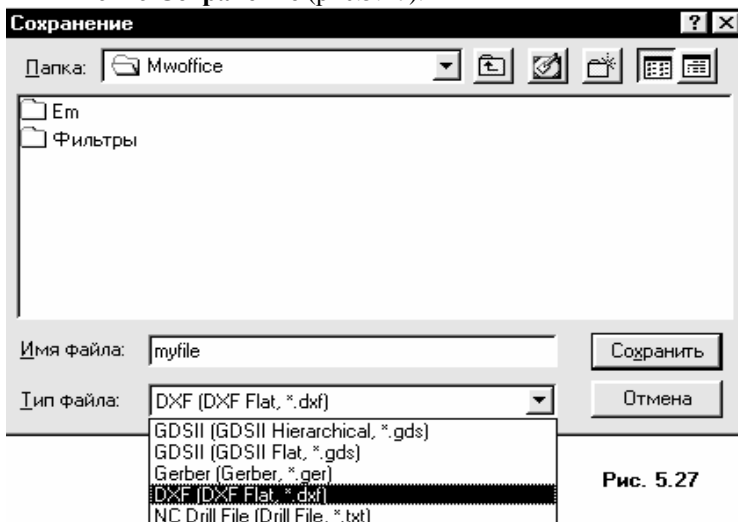

Рис. 5.27
**Export Layout** (Топология > Экспорт топологии) в выпадающем меню. Откроется диалоговое окно **Сохранение** (рис.5.27).